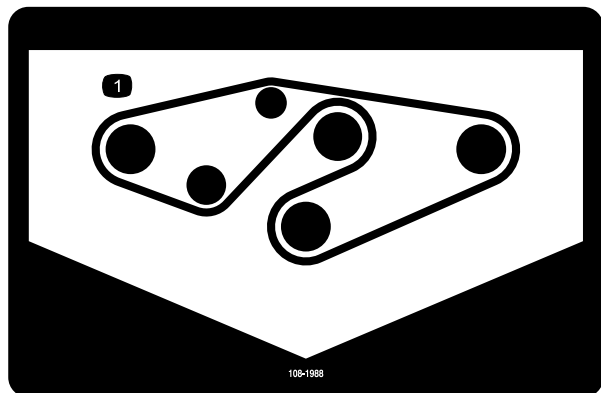

Figura 35
4. Coloque a nova correia nas polias da barra superior e na estrutura da polia intermédia, como se mostra em Figura 35.